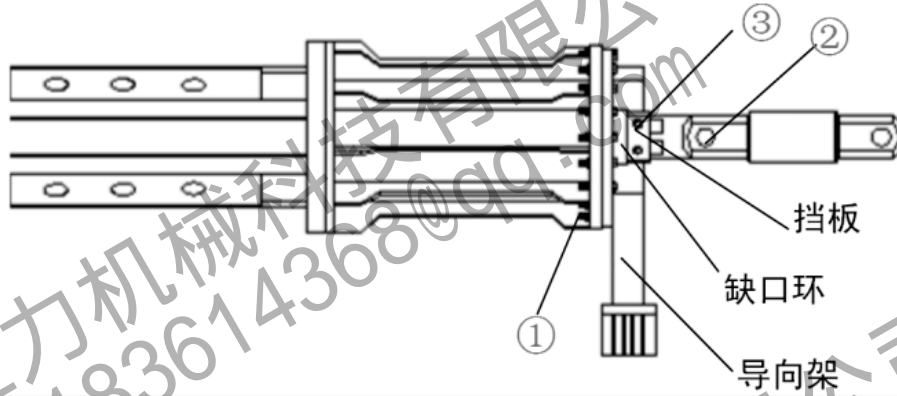

图2-1 钻杆拆装示意图
钻杆的拆装如下图2-1、2-2
- 1) 拆下图2-1中序号1所示螺栓，将钻杆护筒和导向架拆掉。
- 2) 拆下图2-1中序号2所示销轴，将提引器拆掉。
- 3) 拆下图2-1中序号3所示螺栓，将两块挡板及缺口环拆掉。
5) 安装图2-1中序号2所示的销轴和提引器。
6) 安装图2-1中。序号1所示的螺栓, 将钻杆护筒和导向架连接好, 拧紧螺母, 安装完毕。